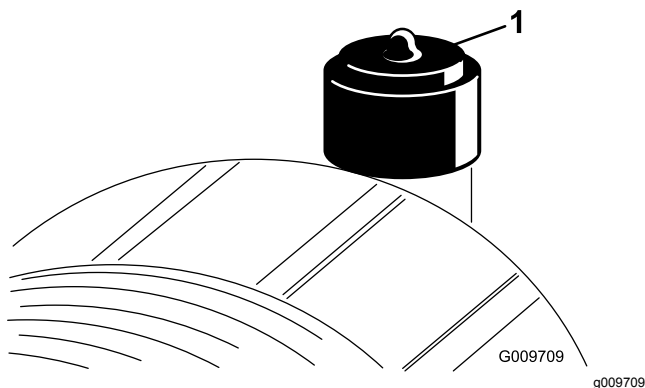

Bild 72
Warten Sie den Luftfilter nur, wenn die Wartungsanzeige dies angibt (Bild 72). Das frühzeitige Auswechseln des Luftfilters erhöht nur die Gefahr, dass Schmutz in den Motor gelangt, wenn Sie den Filter entfernen.
9. Stellen Sie die Anzeige (Bild 72) zurück, wenn sie auf Rot steht.